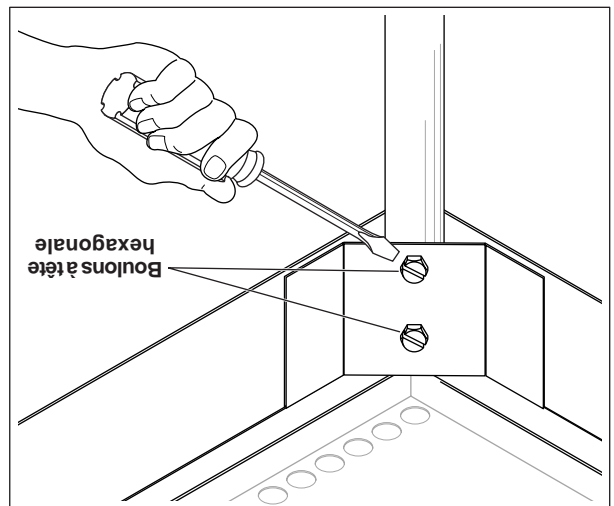

Figure 5
2. Installer deux boulons à tête hexagonale par patte pour fixer le bâti du grilloir dans le support de patte (Fig. 5). (Appliquer de la colle-treïn sur le filetage.)